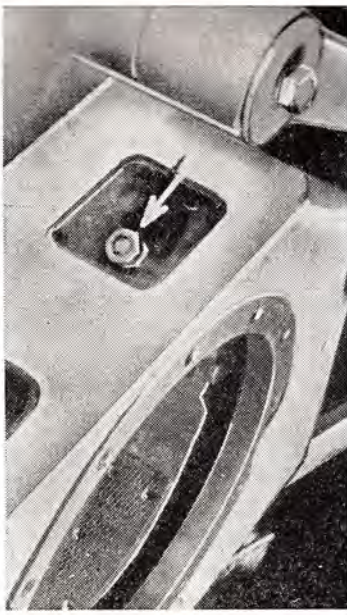

Abb. 95
4. Die Handbremse ist zu lockern, die Abdeckung des Handbremsbandes vom Hauptgetriebekasten abzumontieren und zwei Muttern der Stellschraube (Abb. 95) sind zu lockern.